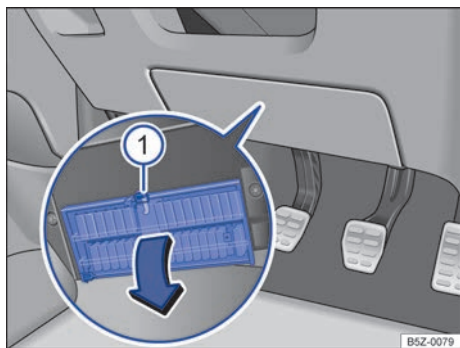

Fig. 161 No lado do condutor embaixo do painel de instrumentos: abrir a cobertura da caixa de fusíveis.
- *Abrir*: pressionar a alavanca de travamento → Fig. 161 ❶ até que a cobertura se abra.
- *Fechar*: rebater a cobertura no sentido contrário à seta até que ela se trave audivelmente na alavanca de travamento ❶.